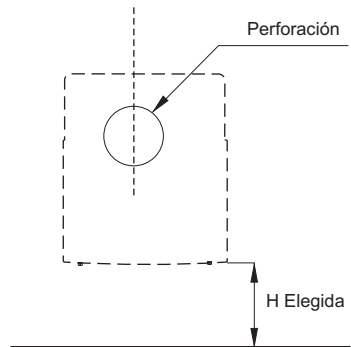

Fig. 5
- Elija la altura H que Ud. desea desde el piso hasta la parte inferior del calefactor (Fig. 5).